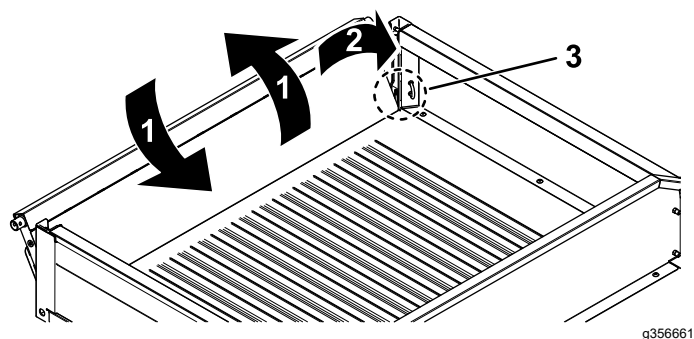

図 70
2. テールゲートを 45°程度の角度にする図 70。
3. この位置から、テールゲートを小刻みに前後に振るように数回往復させる 図 70。